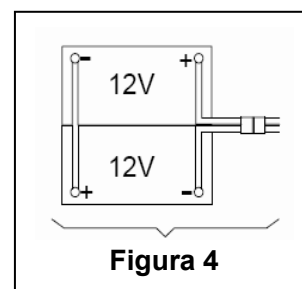

Figura 4
Esta máquina necessita de duas (2) baterias 12V. Conecte como mostrado na **Figura 4** à direita